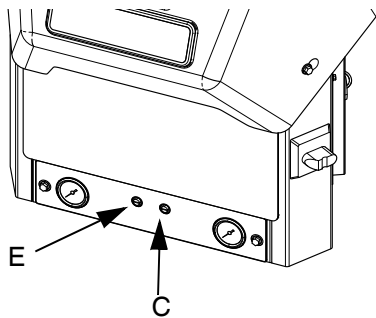

図 18
6. 真空移送エア圧レギュレータ (E) を使用して、真空移送エア圧力設定を 40-100 psi (280-690 kPa、2.8-6.9 bar) に調整します。推奨設定は 60 psi (414 kPa、4.1 bar) です。図 18 のように設置します。